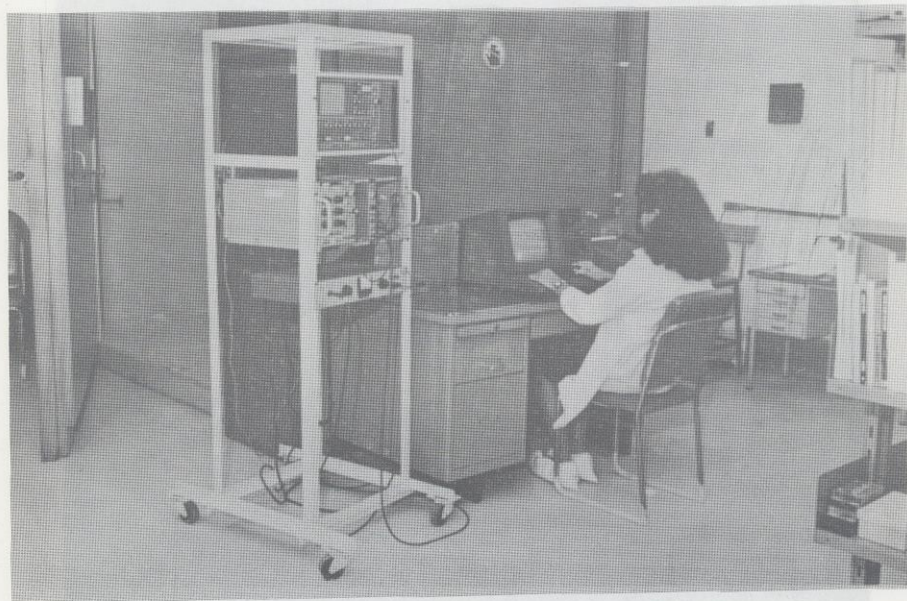

Figura 17 - A — Mesa de controle do contador de corpo inteiro
- Para confirmar se o trabalho está sendo efetuado em segurança, o pessoal encarregado da proteção radiológica faz a monitoração individual do trabalhador para radiação externa e para contaminação interna, isto é, incorporação de material radioativo. A monitoração individual externa é feita pelo dosímetro portado pelo trabalhador sobre o tronco do corpo e a monitoração individual interna, por análise de material radioativo eliminado na urina e por contador de corpo inteiro. Veja figura 17.